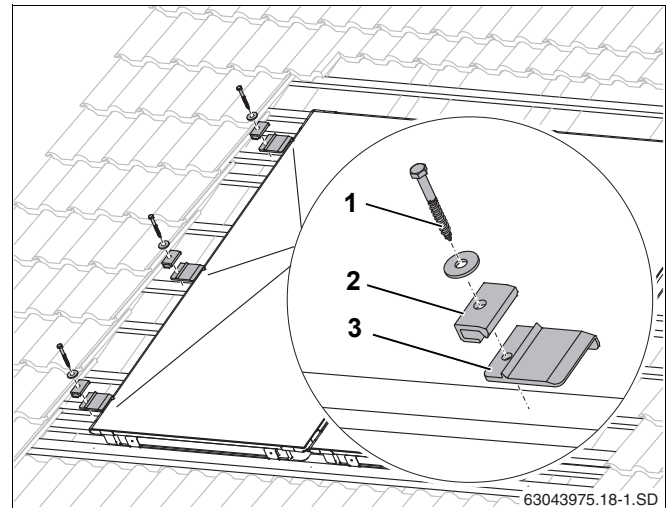

Рис. 30 Установка левого прижима
- ▶ Слегка приподнимите коллектор и сдвиньте вниз под коллектор левые подкладные пластины (рис. 30, **поз. 3**) на 2-ой и 3-ей дополнительных рейках, а также в середине коллектора на имеющейся рейке так, чтобы выступ уперся в край коллектора.
- ▶ Для винта (рис. 30, **поз. 1**) нужно заранее просверлить отверстие сверлом 4 мм.
- ▶ Закрепите односторонний прижим (рис. 30, **поз. 2**), установив винт 6 x 40 (рис. 30, **поз. 1**) и подкладную шайбу (используйте ключ SW 10).